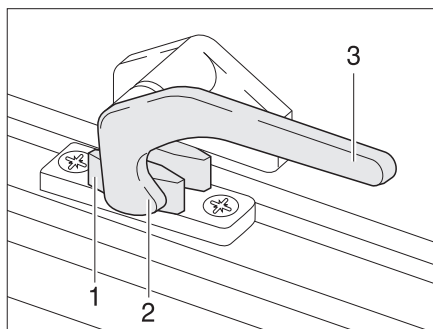

Figure 10 Levier de verrouillage en position "Fermée"
- Tourner le levier de verrouillage (Figure 10,3) d'un quart de tour vers le centre de la fenêtre.
- Tourner le levier de verrouillage (Figure 10,3) d'un quart de tour vers le cadre de la fenêtre. Le tenon de verrouillage (Figure 10,2) se trouve sur le côté intérieur du verrouillage de fenêtre (Figure 10,1).